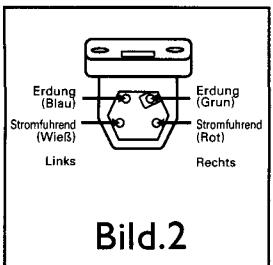

Bild.2
(2) **Anschlußleitungen.** Die Kontaktstifte sind nach internationaler Norm farbig kodiert. Verbinden Sie die vier Leitungen am Tonabnehmerarm mit den entsprechenden Stiften am Tonabnehmer (siehe Bild 2).